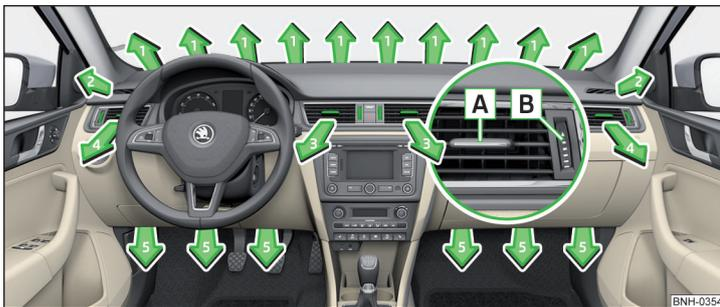

Fig. 83 Difusores de aire
En los difusores de aire 3 y 4 » fig. 83 se puede modificar el sentido de la corriente de aire, y los difusores se pueden también cerrar y abrir individualmente.
- » Mover las láminas horizontales mediante el elemento de ajuste variable **A** » fig. 83 o bien hacia arriba o abajo para cambiar la altura de la corriente de aire.
- » Gire el regulador **B** » fig. 83 hacia arriba.
- » Gire el regulador **B** » fig. 83 hacia abajo.